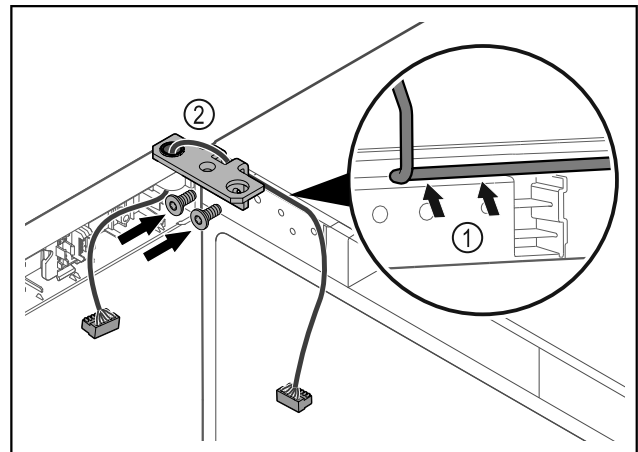

Fig. 62
- Περάστε το καλώδιο μέσα από το άνοιγμα της γωνίας μεντεσέ και τοποθετήστε το προσεκτικά Fig. 62 (1).
- Βιδώστε τη γωνία μεντεσέ Fig. 62 (2).